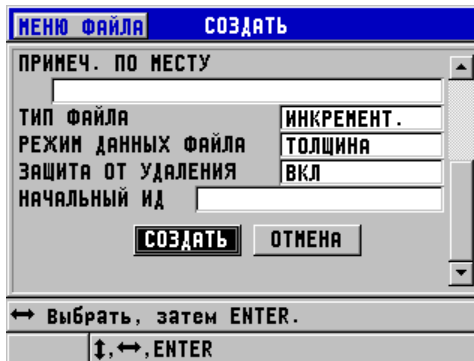

Рис. 6-18 Окно СОЗДАТЬ для инкрементного типа файла
2. В окне **СОЗДАТЬ** (см. Рис. 6-18 на стр. 102):